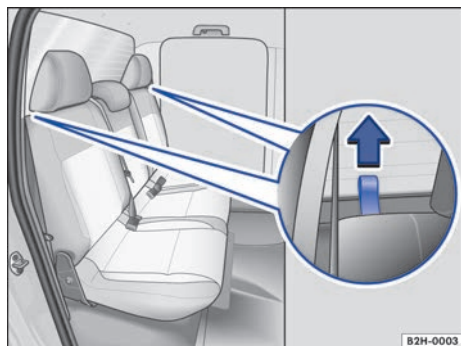
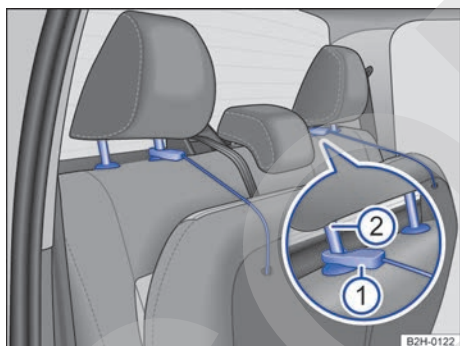

Fig. 47 Asiento trasero: lazo para desbloquear el respaldo.
Fig. 49 Asiento trasero: fijación de la banqueta en los apoyacabezas.
- Tire simultáneamente de los lazos → fig. 47 situados a ambos lados del respaldo en el sentido de la flecha y, al mismo tiempo, abata el respaldo hacia delante.
Para facilitar el desbloqueo se pueden utilizar las cintas de sujeción del asiento → fig. 49. Para ello, tire del lazo → fig. 47 y, a continuación, enganche la cinta de sujeción correspondiente en el lazo. Al desbloquear el segundo lazo, tenga cuidado para que el respaldo no baje bruscamente.
- Dado el caso, suba el apoyacabezas → página 51 y enganche la cinta → fig. 49 ① en la barra interior del apoyacabezas ②.